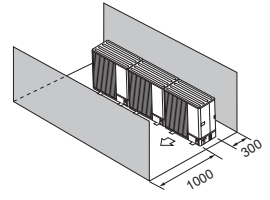

Fig. 2-16
- ④ Obstacole numai în față și în spate (Fig. 2-16)